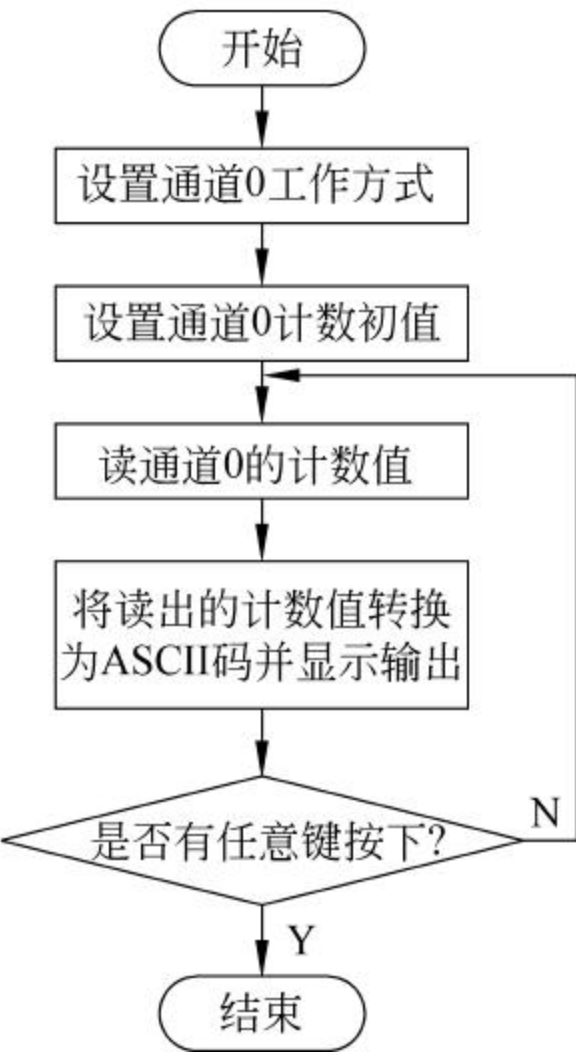

图 11-9 8254 计数应用实验参考流程图
(2) 运行 Tdpit 集成操作软件,查看端口资源分配情况。记录与所使用片选信号对应的 I/O 端口地址。
(3) 在 Tdpit 集成操作软件中按实验要求编写程序(程序控制流程如图 11-9 所示),然后编译链接并运行之。